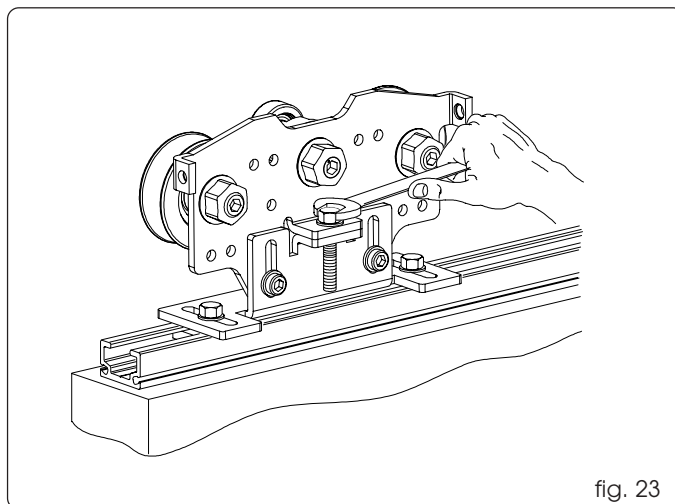

fig. 23
- Draai de schroef (fig. 23) met de klok mee om de vleugels te laten stijgen of tegen de klok in om de vleugels te laten zakken.